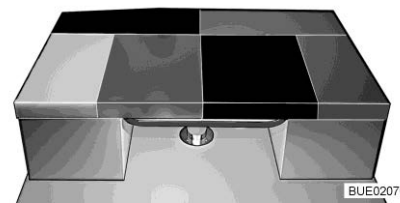

Fig. 157 Dopo la trasformazione
- Posizionare il cuscino aggiuntivo sul tavolo (vedi Fig. 157). Appoggiare il lato obliquo del cuscino sul sedile laterale della dinette a L.